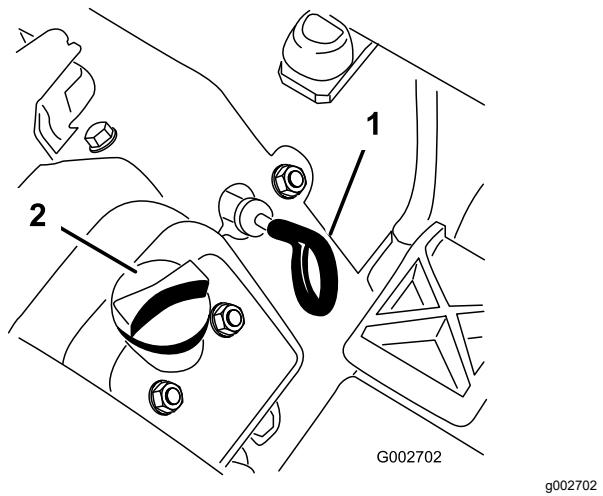

図 24
- ディップスティック(図24)を抜き取り、ウェスできれいに拭う。